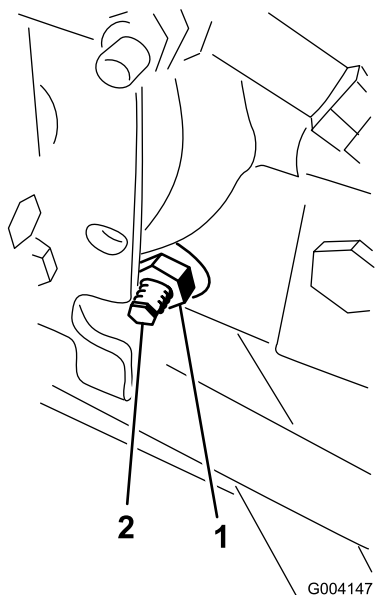

Figura 67
3. No lado direito do hidróstato, solte a porca de bloqueio no excêntrico de ajuste da tração (Figura 67).